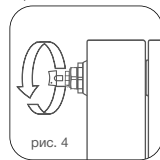

рис. 4
- 8.4. Для удаления воздуха из радиатора в верхний коллектор обязательно установка крана Маевского* или автоматического воздухоотводчика. Для удаления воздуха через кран Маевского необходимо периодически (несколько раз в год) вручную стравливать его с помощью специального ключа* (рис. 4).